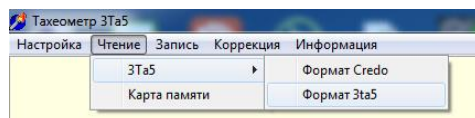

Рисунок 1.2 – Вибір формату передачі даних
5. Запустити передачу даних через пункт меню програми **Читання/3Та5/Формат 3Та5** [**Чтение/3Та5/Формат 3Та5**] (рис. 1.2).